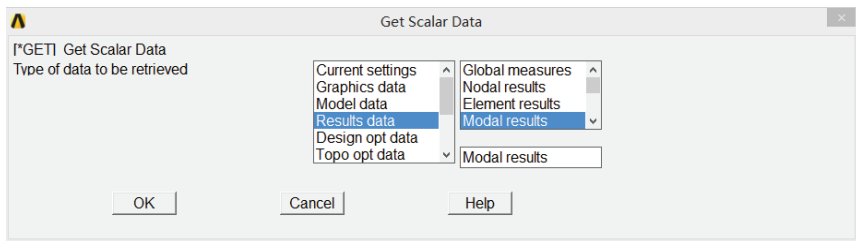
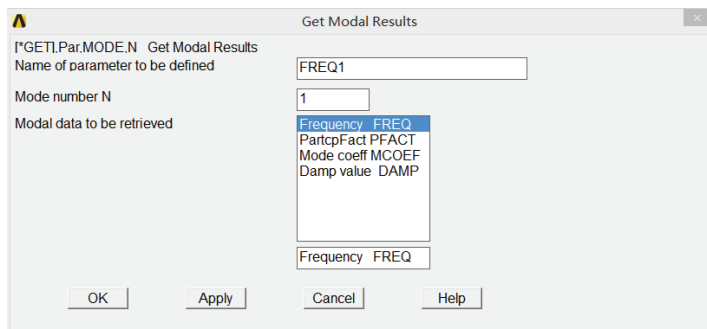

图 4-18 获取参量信息对话框
图 4-19 获取模态求解结果信息对话框
4) 选择 Utility Menu | Parameters | Get Scalar Data 命令, 出现 Get Scalar Data 对话框, 在 Type of data to be retrieved 列表框中选择 Results data Modal results, 如图 4-18 所示, 单击 OK 按钮, 出现 Get Modal Results 对话框, 在 Name of parameter to be defined 输入栏中输入 FREQ1, 在 Mode number N 输入栏中输入 1, 在 Modal data to be retrieved 列表框中选择 Frequency FREQ, 如图 4-19 所示, 单击 OK 按钮关闭该对话框。